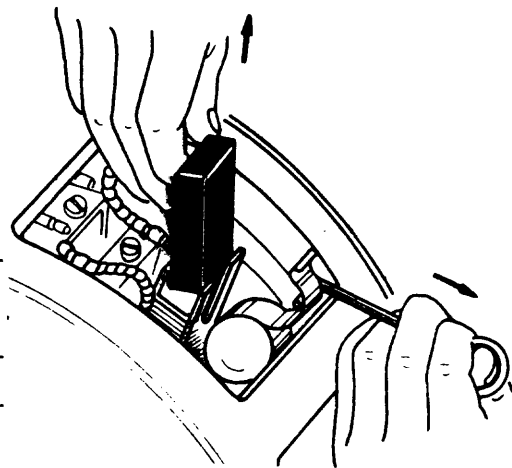

Fig. 1
- b Retire las escobillas y cables del porta-escobillas (fig. 1).